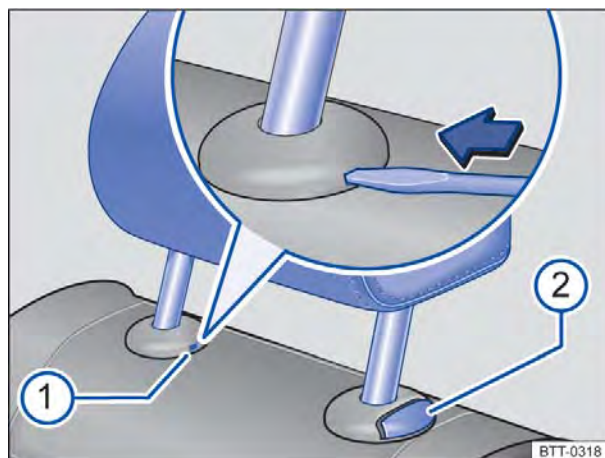

Fig. 46 Desinstalar o apoio para cabeça traseiro.
- Pressionar a lâmina da chave de fenda na fenda da capa de cobertura ⇒ Fig. 46 no sentido da seta e segurar nesta posição.